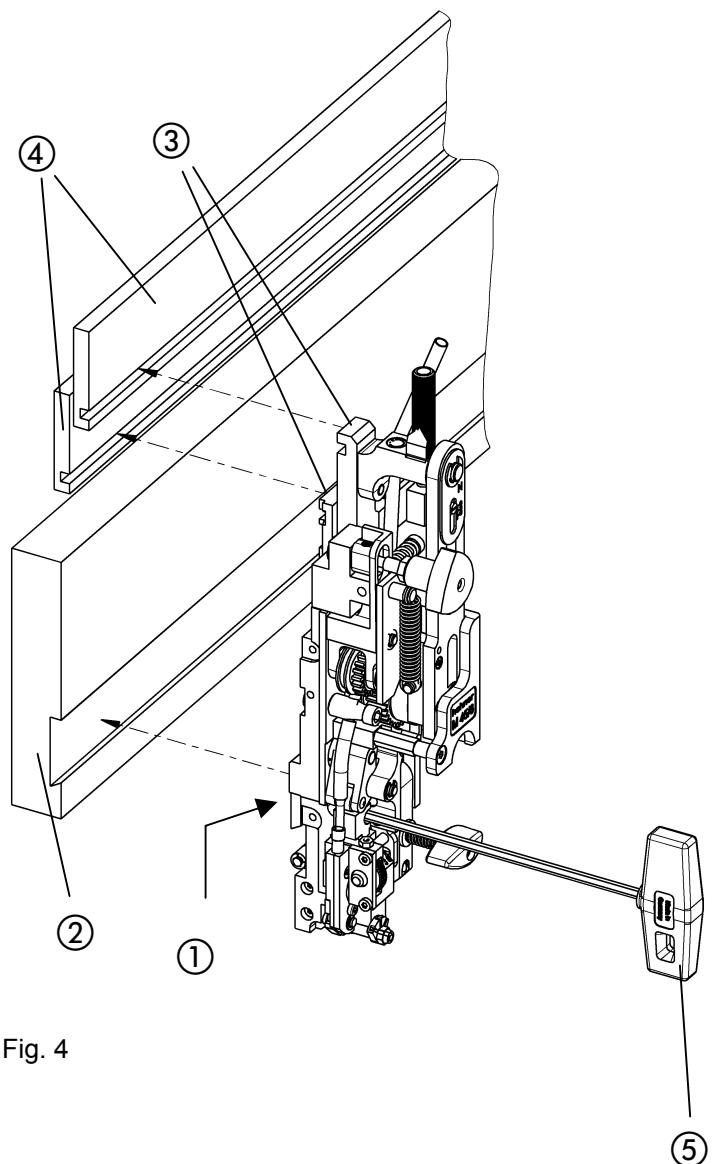

Fig. 4
- Fig. 4 -
- Aflojar el tajo de corredera ① con la llave allen SW4 ⑤.
- Montar el cabezal cosedor en el alojamiento b desplazando lateralmente el tajo de corredera. Los dos topes de arrastre ③ del cabezal cosedor deben encontrarse en las guías de las barras de elevación ④.
- Fijar el cabezal cosedor apretando el tajo de corredera ① en el alojamiento del cabezal con la llave allen.